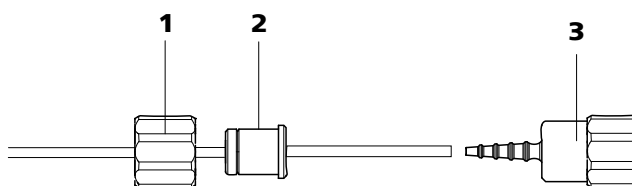

图 33 安装不带过滤器的泵管接口
- **情况 B：不带过滤器** 6.2744.160 （参见图 33，第 53 页）的泵管接口。